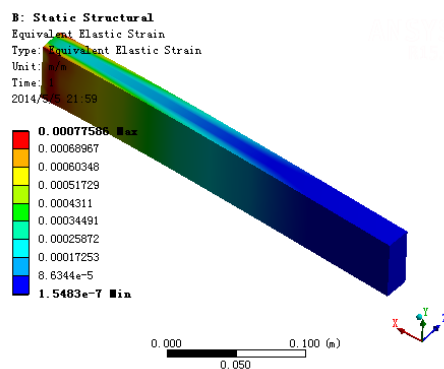

图 1-52 应变分析云图
**步骤 07** 选择 Outline (分析树) 中 Solution (B6) 下的 Equivalent Elastic Strain 选项, 此时会出现如图 1-52 所示的应变分析云图。